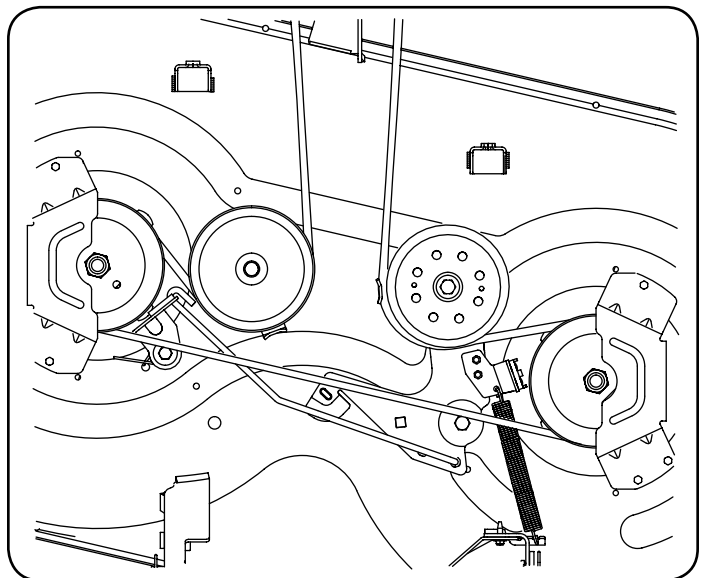
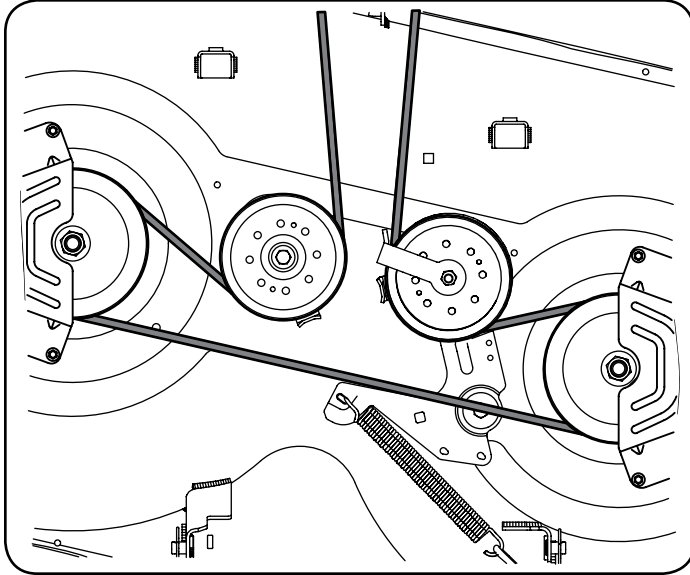
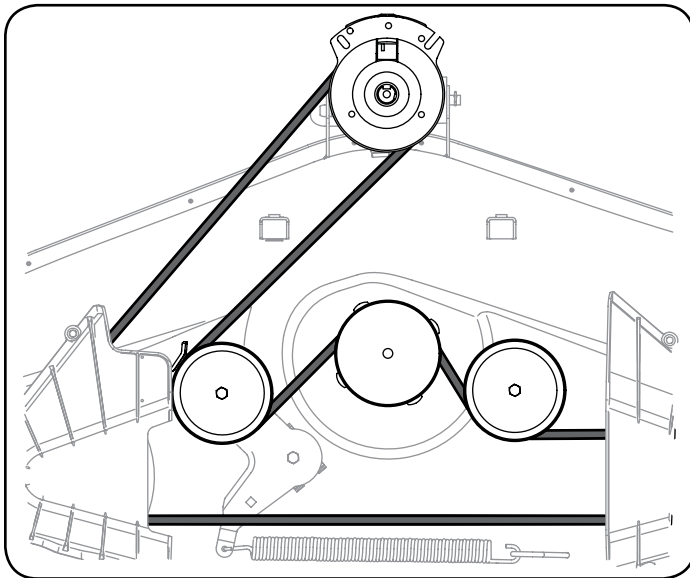

Figura 37
Figura 38
Figura 39
4. Coloque la correa nueva como se muestra en la Figura 37 para 42" Cubiertas, Figura 38 para 46" Las cubiertas y la Figura 39 para 54" de skate.